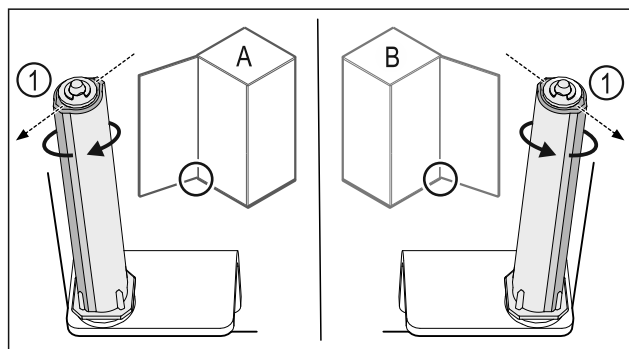

Fig. 40 Tope izquierdo (A) / tope derecho (B)
- Girar el sistema de cierre contra la resistencia hasta que el alma del sistema de cierre Fig. 40 (1) apunte hacia afuera.